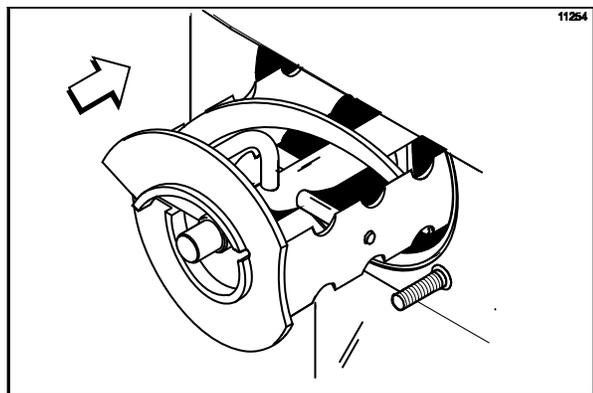

図114
4. ピーターアセンブリーのブレードを押さえながら、ピーターアセンブリーを冷凍シリンダーに挿入します。シャフトの先端をドライブシャフトのソケットにはめます(図114を参照。)